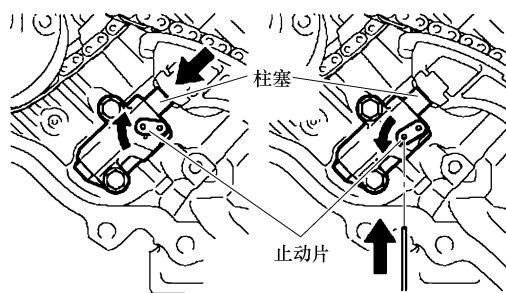
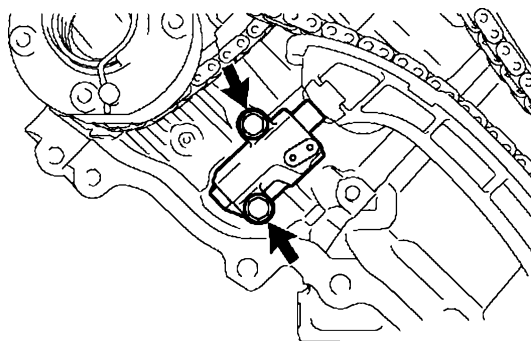

图 24-43 止动片和柱塞识别
图 24-44 正时链条张紧器螺栓识别
- ① 按照图 24-43 所示, 向上推动止动片解除锁定, 将张紧器的柱塞压入张紧器中。
- ② 向下推动止动片, 设置到锁定位置, 在止动片的孔中插入六角扳手。
- ③ 按照图 24-44 所示, 拆卸正时链条张紧器上的 2 个螺栓, 然后拆下张紧器。